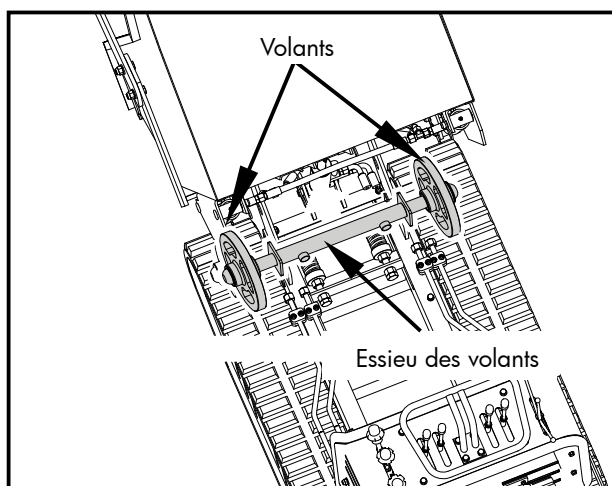

Figure 21
3. Desserrez les boulons de réglage et tirez l'axe du volant vers le moteur, afin de desserrer la chenille. Voir figure 21.